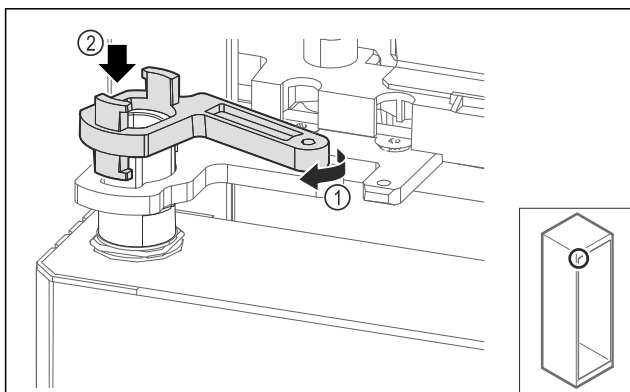

Fig. 66
- ▶ Mírně otočte zajištění stojanu ložiska Fig. 66 (1) a nasadte jej na objímku Fig. 66 (2).